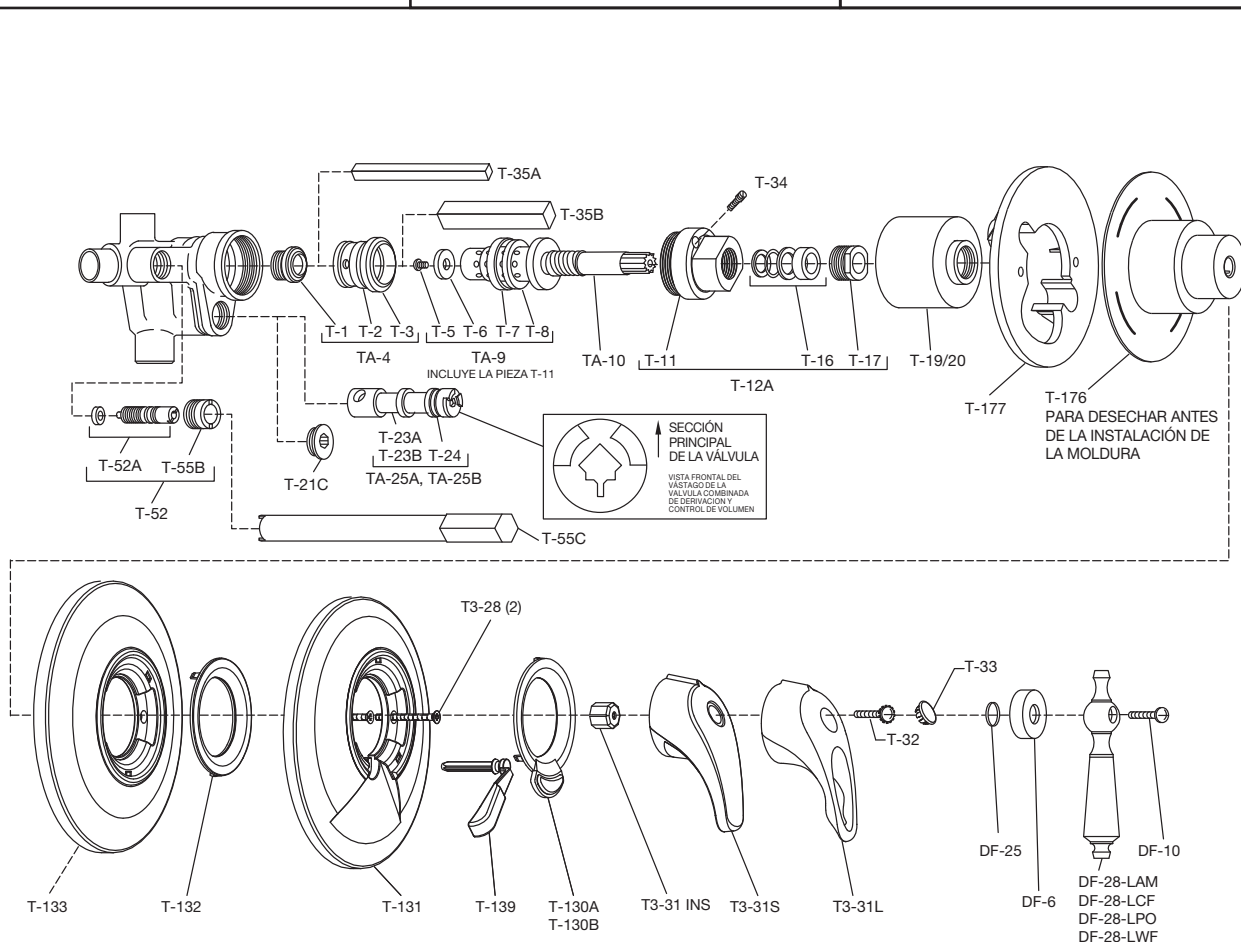

FIGURA 9
Empuje el plato cromado contra la pared y sujételo a la válvula con los dos tornillos del plato cromado (T-3-28). Inserte la placa indicadora (T-130A, T-130B, o T-132) en las hendiduras que tiene el plato cromado. Monte la palanca de control de temperatura en la ranura del vástago de la válvula como se muestra en la Figura 9. Instale el brazo de la ducha, la brida y el cabezal de la ducha. Véase las Figuras 2 y 3.
2. Remueva la palanca [véase la Figura 9).